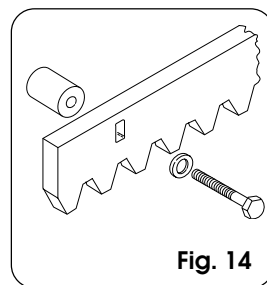

Fig. 14
4.4.2. STALEN TANDHEUGEL DIE WORDT VASTGESCHROEFD (fig. 14)